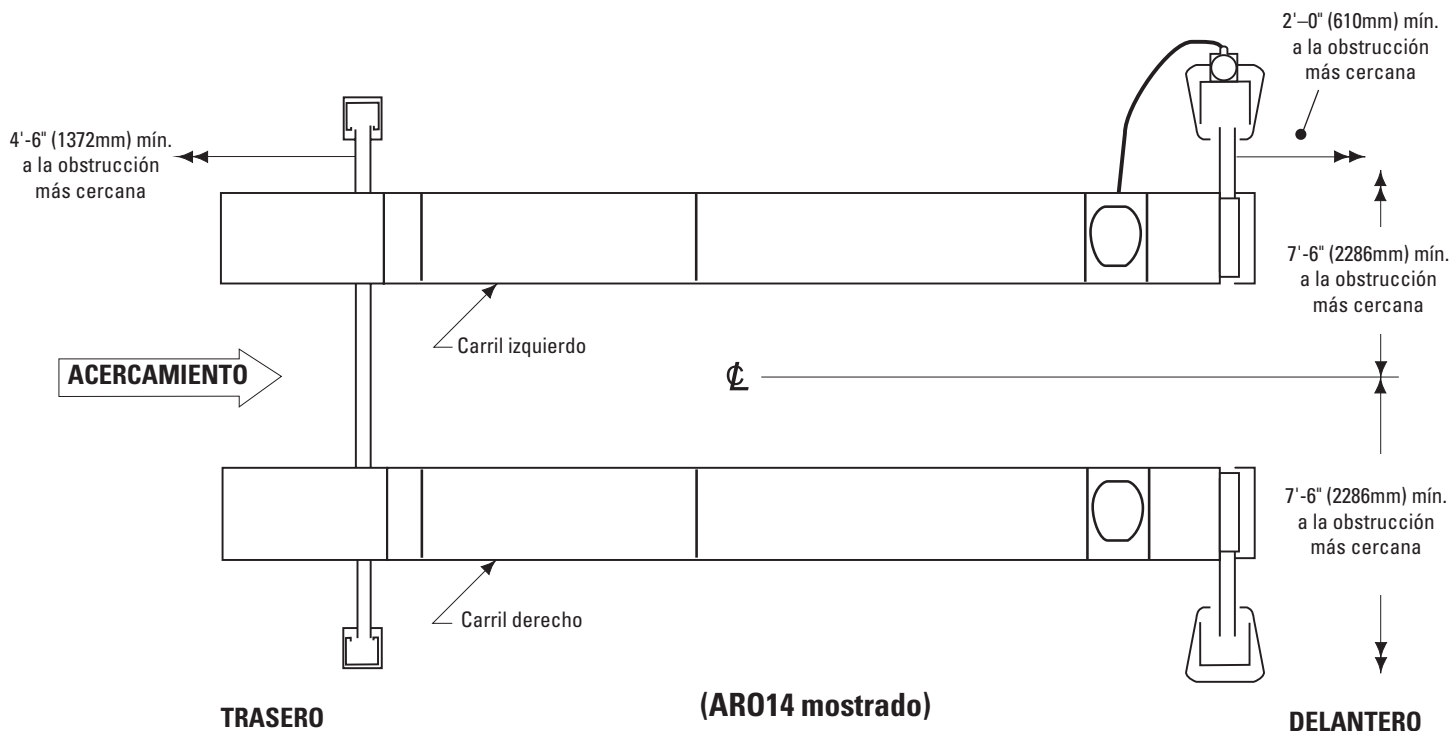

Fig. 1
- Ubicación del elevador:** Use los planos de arquitectos para ubicar el elevador. La Fig. 1 indica las dimensiones del diseño de una bahía. El área del piso del elevador debe estar nivelada.